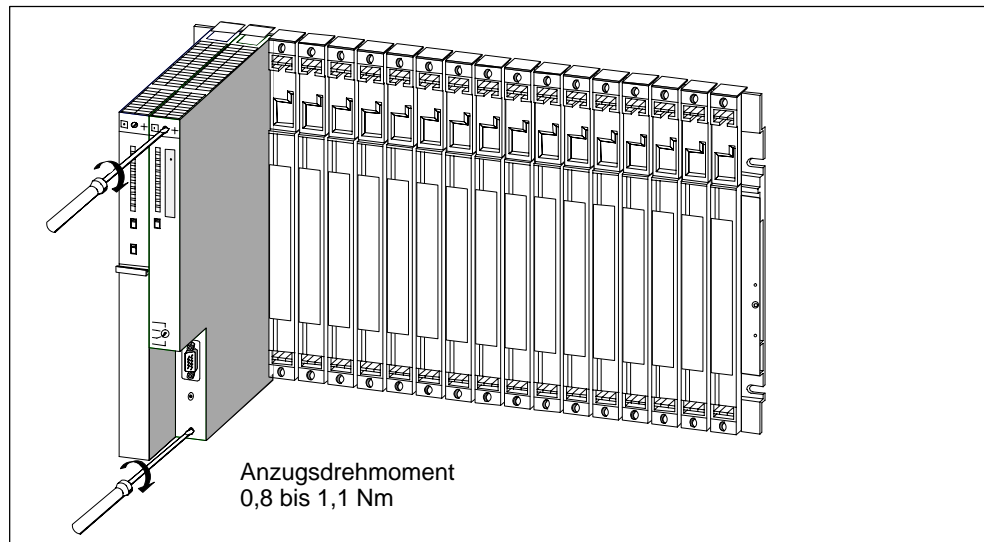

Bild 2-7 Baugruppen festschrauben
5. Schrauben Sie die Baugruppe oben und unten mit einem Drehmoment von 0,8 ... 1,1 Nm fest (siehe Bild 2-7). Dreifachbreite Baugruppen befestigen Sie oben und unten mit je 2 Schrauben.